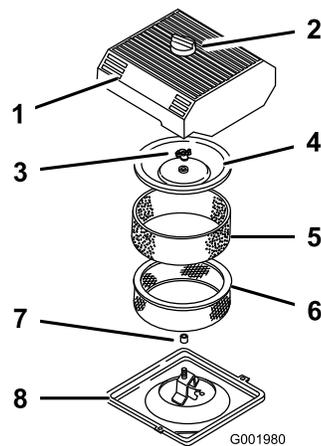

Bild 40
3. Reinigen Sie den Bereich um den Luftfilter herum, um zu verhindern, dass Schmutz in den Motor fällt und Schäden verursacht (Bild 40).
4. Lösen Sie das Handrad an der Luftfilterabdeckung und nehmen Sie die Abdeckung ab (Bild 40).
5. Schieben Sie den Schaumeinsatz vorsichtig vom Papiereinsatz (Bild 40).
6. Schrauben Sie die Abdeckungsmutter ab und nehmen Sie die Abdeckung und den Papiereinsatz ab (Bild 40).
1. Schieben Sie das Schaumelement vorsichtig auf das Papierluftfilterelement (Bild 40).
3. Schrauben Sie die Abdeckungsmutter mit der Hand auf der Abdeckung fest (Bild 40).
4. Montieren Sie die Luftfilterabdeckung und das Handrad (Bild 40).